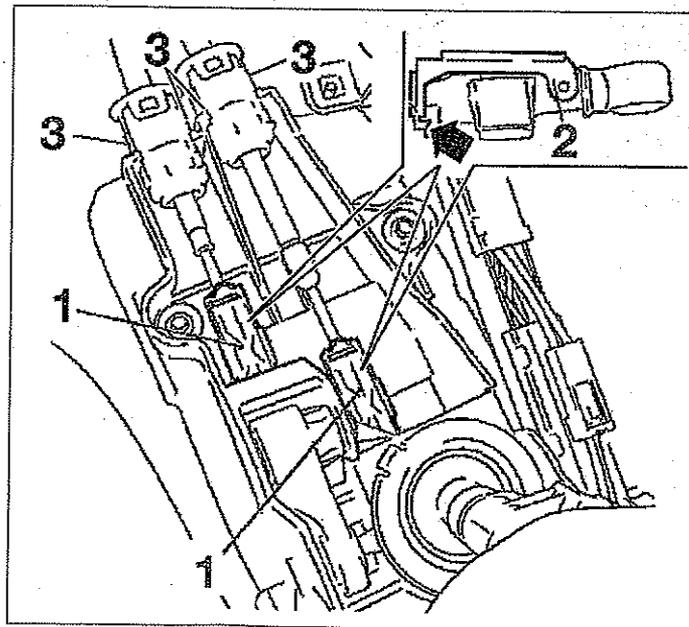

FIG. 11
- Desmontar los 2 cables de mando de la caja de palanca de velocidades apretando sobre los clips (3) en ambos lados (fig. 11).
- Desbloquear los cables de mandos de la caja de palanca de velocidades (fig. 11).
- Desbloquear los 2 cables de mando (1) de la caja de velocidades con un pequeño destornillador (fig. 11).
- Desbloquear los 2 cables de mando (1) con un pequeño destornillador (fig. 11).
- Sin mover la palanca de velocidades ni la palanca de mando de la caja, presionar sobre el bloqueo (2) de los dos cables (fig. 11).